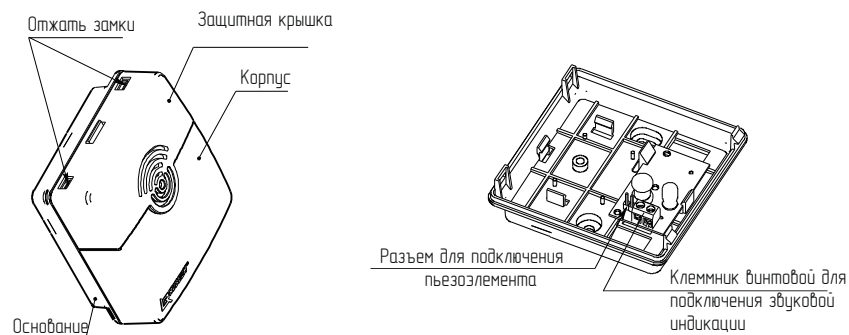

Рисунок 4
- отжать замки и аккуратно отсоединить корпус вместе с защитной крышкой от основания (рисунок 4);**ВНИМАНИЕ! НА ВНУТРЕННЕЙ СТОРОНЕ КОРПУСА ЗАКРЕПЛЕН ПЬЕЗОЭЛЕМЕНТ, СОЕДИНЕННЫЙ С ПЛАТОЙ (ПЛАТА УСТАНОВЛЕНА НА ОСНОВАНИИ) ПРОВОДОМ ЧЕРЕЗ РАЗЪЕМ. ДЛЯ СНЯТИЯ КОРПУСА НЕОБХОДИМО ОТСОЕДИНИТЬ РАЗЪЕМ.**